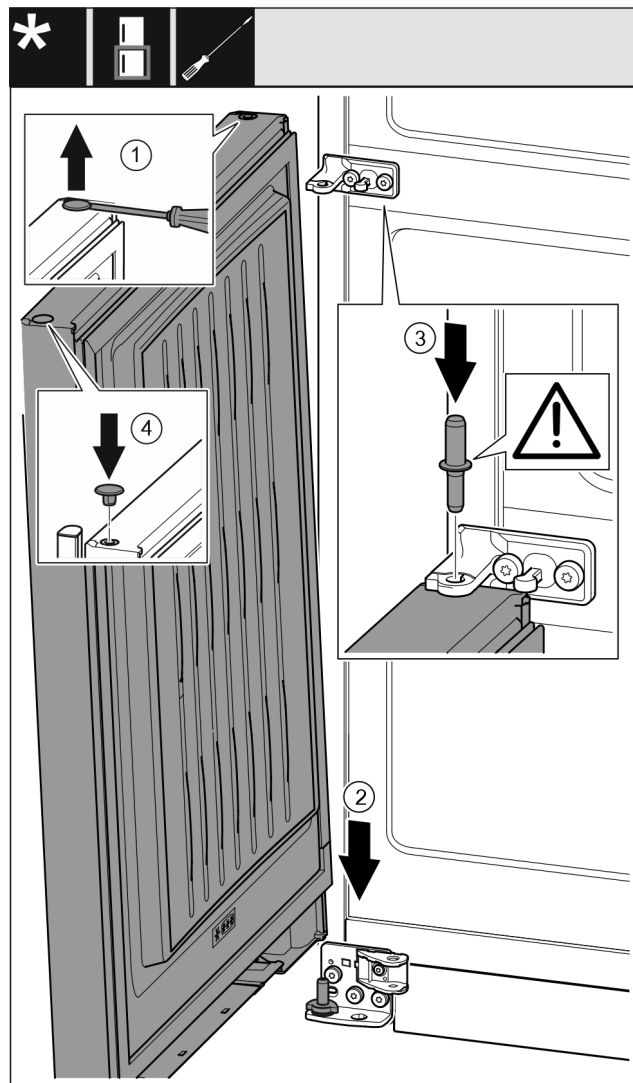

Fig. 39
- ▶ За допомогою шліцевої викрутки обережно підніміть пробку та витягніть її. Fig. 39 (1)
- ▶ Встановіть дверцята зверху на нижній опорний гвинт. Fig. 39 (2)
- ▶ Середній опорний гвинт встановіть в нижні дверцята через середній опорний кронштейн. При цьому виступ фіксатора повинен бути спрямований назад. Fig. 39 (3)
- ▶ Знову вставте пробку з іншого боку дверцят. Fig. 39 (4)